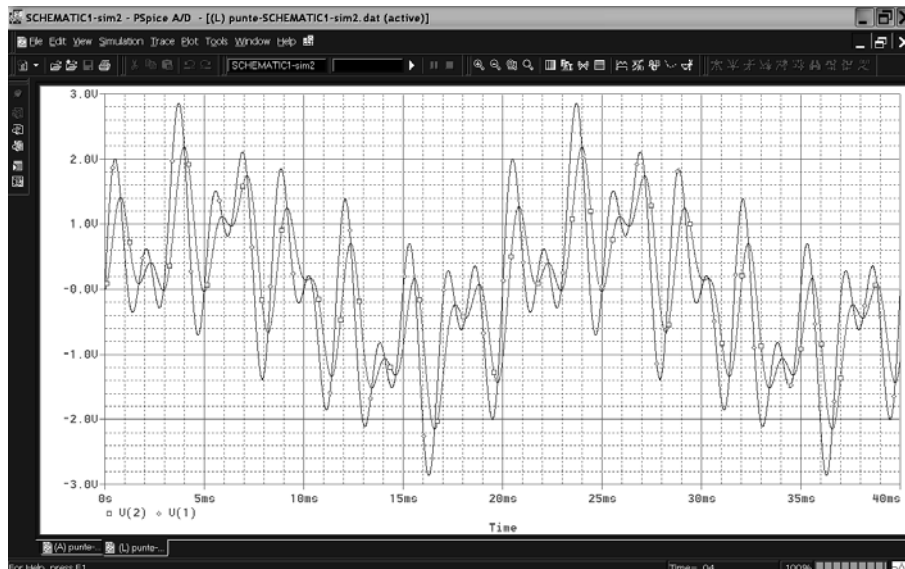

Figura 5.43
- Rulați o analiză tranzitorie pe 40 ms și vizualizați semnalele de intrare și de ieșire din filtru (figura 5.43).